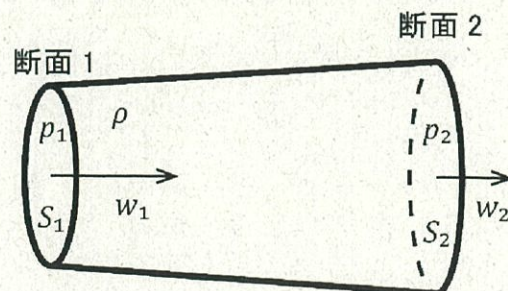

図2 管路
- 図2の管路の断面1から密度 $\rho$ の流体を流入させ、断面2から流出する様子を観察した。断面の面積は $S$ 、断面平均流速は $w$ 、圧力は $p$ で、添え字は断面の番号を示す。この流れが定常非圧縮性非粘性流れであったとき、 $p_2$ を $\rho$ 、 $p_1$ 、 $w_1$ 、 $S_1$ 、 $S_2$ を用いて示せ。
- 問（3）の流体を非圧縮性であるが粘性のあるニュートン流体に変更したところ流れの様子が変わった。 $w_2$ を図2中の $w_2$ 以外の量記号を使って示せ。